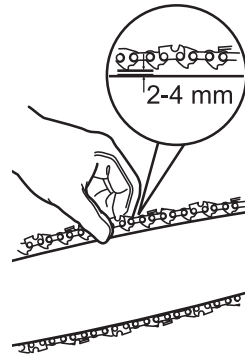

Fig. 10
- Testez la tension de la chaîne [3] en soulevant la chaîne d'une main sans tenir l'appareil avec l'autre main. La chaîne est suffisamment tendue quand elle peut être décollée de 2-4 mm au niveau du milieu du guide-chaîne [4] (Fig. 10).